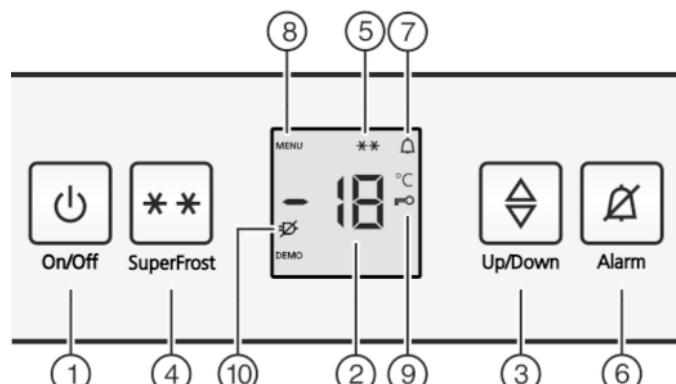

Fig. 2
- Нажать кнопку On/Off Fig. 2 (1).
- Активация режима настройки: Нажмите кнопку SuperFrost Fig. 2 (4) и удерживайте ее прим. 5 секунд.
- На индикаторе будет отображаться символ «Меню» Fig. 2 (8).
- Для подтверждения нажать и отпустить кнопку «SuperFrost» Fig. 2 (4).
- На индикаторе горит символ «Защита от детей» Fig. 2 (9).
- нажмите и отпустите кнопку "On/Off" Fig. 2 (1).
- Символ «Защита от детей» Fig. 2 (9) гаснет.
- Нажмите кнопку Alarm Fig. 2 (6).
Одновременно мигает индикация температуры и символ тревоги Fig. 2 (7).
Звуковой сигнал выключается автоматически, символ аварийного сигнала Fig. 2 (7) выключается и индикатор температуры перестает мигать, если температура снова становится достаточно низкой.